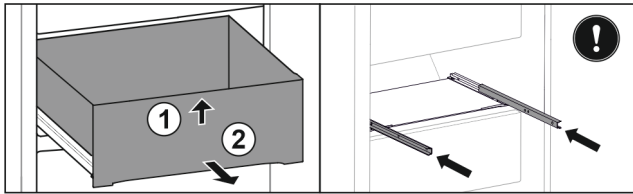

Fig. 53
- ▶ Підняти висувний ящик спереду. Fig. 53 (1)
- ▶ Вийняти висувний ящик рухом вперед. Fig. 53 (2)